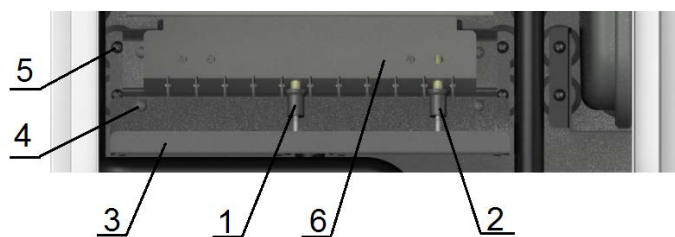

Рис. 11 Демонтаж блока горелочного
- снять кабель свечи розжига (1), кабель свечи ионизации (2) и вытащить их из экрана (3), см. рисунок 11;
- отвернуть 2 самореза (4) и снять экран (3), см. рисунок 11;
- отвернуть 2 самореза (5), см. рисунок 11, снять горелку (6), потянув её на себя.